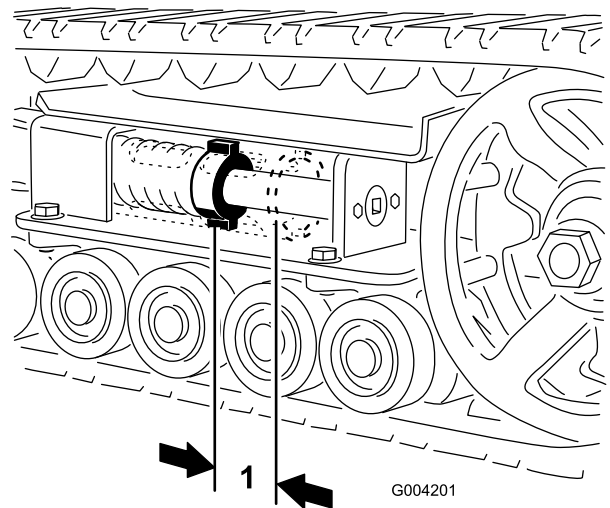
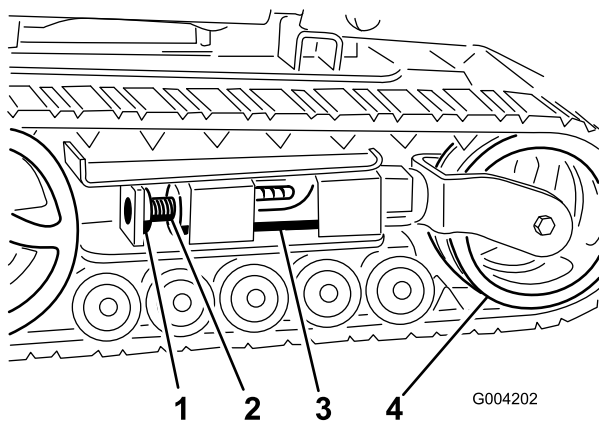
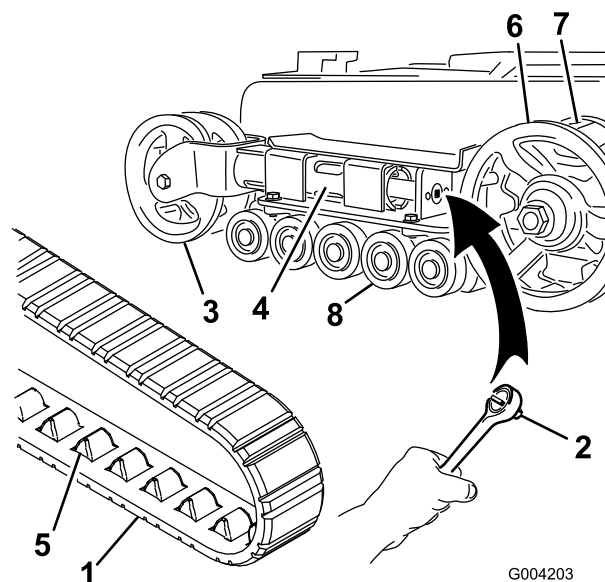
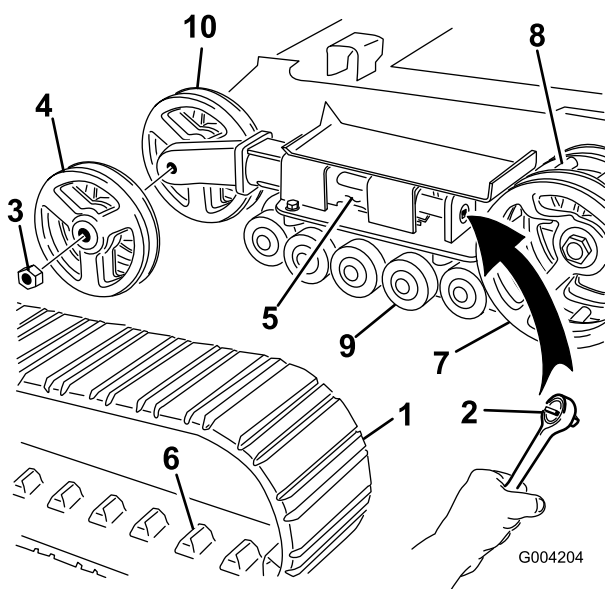

Figura 44
Figura 45
Figura 46
Figura 47
Deve esserci uno spazio di 7 cm tra il dado di tensionamento e la parte posteriore del tubo di tensionamento (Figura 44). In caso contrario, regolare la tensione dei cingoli eseguendo la procedura di seguito riportata:
3. Togliere il bullone di bloccaggio e il dado (Figura 45).
- Utilizzando una chiave a tubo da 1/2 pollice (Figura 46), girare la vite di tensione in senso antiorario fino a portare la distanza tra il dado di tensione e la parte posteriore del tubo di tensione (Figura 44) a 7 cm.
- Allineare l'intaglio più vicino della vite di tensione al foro del bullone di bloccaggio e fissare la vite con il bullone di bloccaggio e il dado (Figura 45).
- Togliere il bullone di bloccaggio e il dado (Figura 45).
- Utilizzando una chiave a tubo da 1/2 pollice, scaricare la tensione girando la vite di tensione in senso orario (Figura 45 e Figura 46).
- Spingere la ruota di tensione verso il retro dell'unità in modo da spostare il tubo della forcella contro il telaio (Figura 46). (se non riesce a toccare il telaio, continuare a girare la vite di tensione fino ad ottenere il contatto).
- Dopo avere liberato il cingolo dalla ruota di tensione, toglierlo dalla ruota conduttrice e dalle ruote non motrici (Figura 46).
- Avvolgete il nuovo cingolo iniziando dalla ruota conduttrice e controllando che i denti del cingolo si alloggino tra i distanziali della ruota stessa (Figura 46).
- Spingere il cingolo sotto e tra le ruote non motrici (Figura 46).
- Girare la vite di tensione in senso antiorario fino a portare la distanza tra il dado di tensione e la parte posteriore del tubo di tensione (Figura 44) a 7 cm.
4. Utilizzando una chiave a tubo da 1/2 pollice, scaricare la tensione girando la vite di tensione in senso orario (Figura 45 e Figura 47).
5. Spingere la ruota di tensione verso il retro dell'unità in modo da spostare il tubo di tensione contro il telaio (Figura 47). (se non riesce a toccare il telaio, continuare a girare la vite di tensione fino ad ottenere il contatto).
6. Togliere il dado di fissaggio della ruota di tensione esterna e rimuovere la ruota (Figura 47).
7. Togliere il cingolo (Figura 47).
8. Togliere il dado di fissaggio della ruota di tensione interna e rimuovere la ruota (Figura 47).
12. Montare la ruota di tensione interna e fissarla con il dado tolto in precedenza (Figura 47).
14. Montare il nuovo cingolo, accertandovi che gli attacchi del cingolo si inseriscano tra i distanziali al centro della ruota conduttrice (Figura 47).
15. Montare la ruota di tensione esterna e fissarla con il dado tolto in precedenza (Figura 47).
17. Girare la vite di tensione in senso antiorario fino a portare la distanza tra il dado di tensione e la parte posteriore del tubo di tensione (Figura 44) a 7 cm.